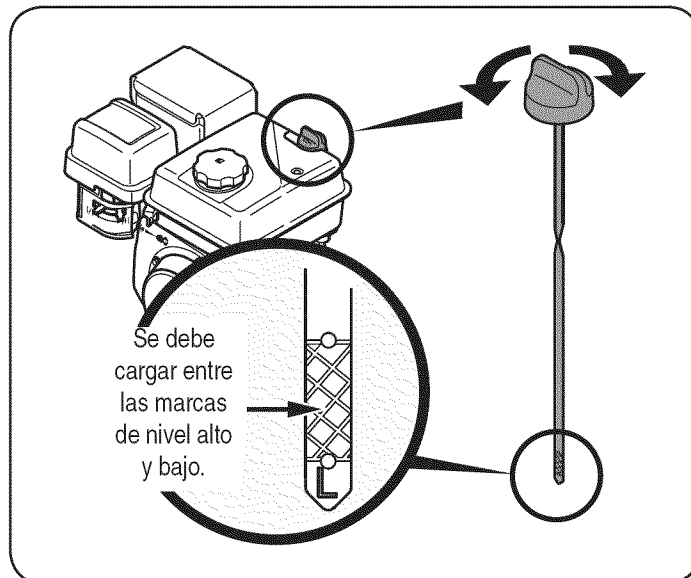

Figura 9
2. Retire el tapón de llenado / varilla de medición y Limpie la varilla. Véase la Figura 9.
4. Retire el tapón de llenado / varilla de medición. Si el nivel está bajo, agregue lentamente el aceite hasta el nivel de aceite entre los registros de alta (H) y baja (L), la Figura 9.